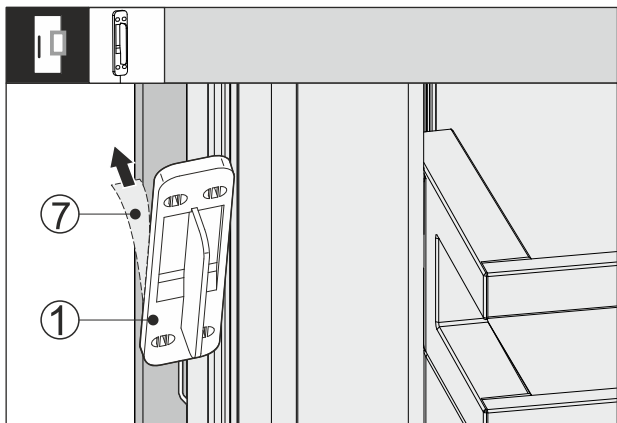

Fig. 65
- Retirer le film de protection Fig. 65 (7) à l'arrière du capteur de frappe Fig. 65 (1).